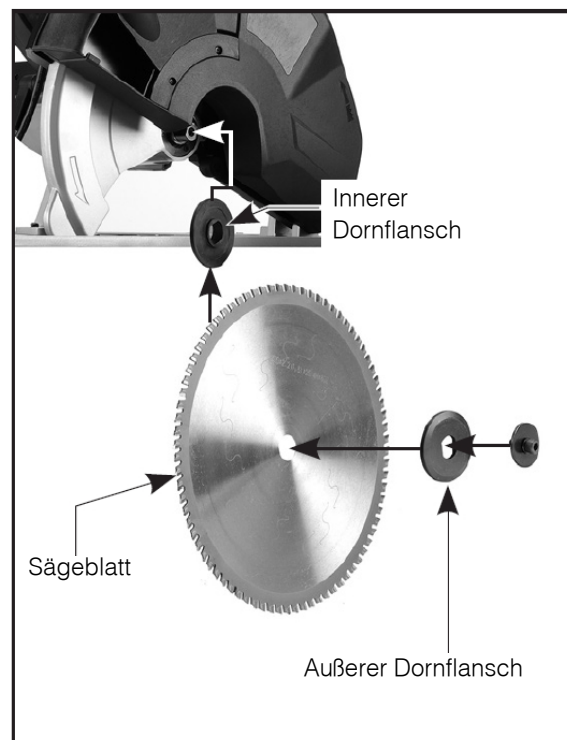

Abb. 4: Montage des Sägeblatts
Schritt 2: Reinigen Sie den inneren Dornflansch (Abb.4). Richten Sie den Flansch so aus, dass die richtige Seite zum Sägeblatt zeigt, und platzieren Sie das neue Sägeblatt auf der Welle. Achten Sie dabei darauf, dass die Zähne nach vorne zeigen.